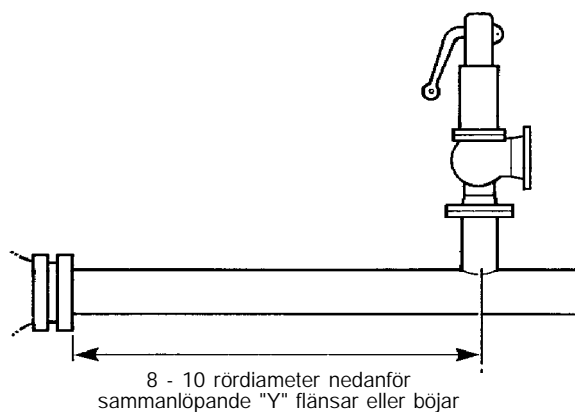
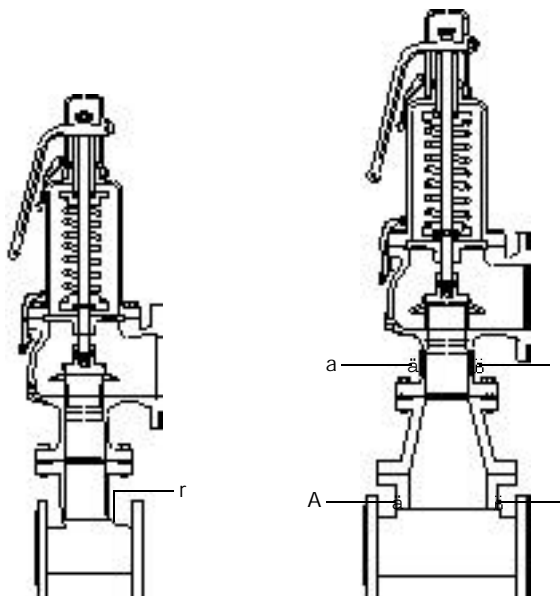

Fig 4
Fig 5
- 4.4 Anslutningen på inloppssidan får vara inte vara mindre än ventilens öppning. (Se Fig. 5 och 6)
Ventilen ska monteras 8-10 rördiameter efter sammangående eller delande rör på utloppssidan. (Fig. 4) Förgreningar på inloppssidan ska vara som i Fig. 5 eller Fig. 6.